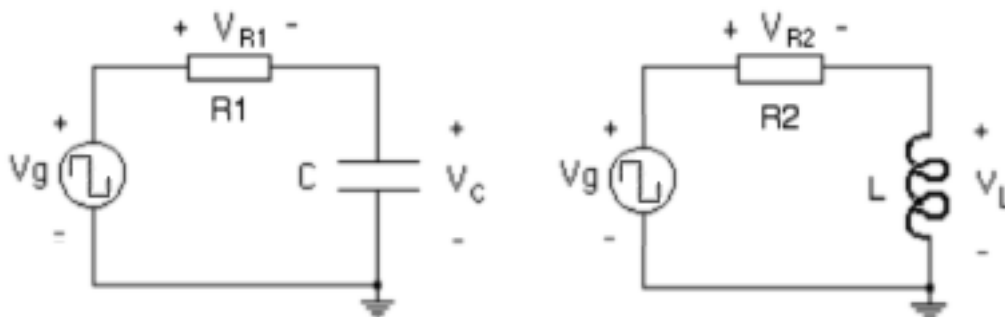

Figura 5.3.- Circuitos RC y RL para medir la constante de tiempo.
- 7.- Para completar el análisis de los circuitos RC y RL, realice la simulación TRANSIENT en SPICE de los circuitos mostrados en la Figura 5.3 aplicando una fuente de señal cuadrada **Vpulse**, con los valores dados por su profesor y considerando que el voltaje inicial en el condensador y la corriente inicial en el inductor son cero. El objetivo de la simulación es observar la respuesta transitoria, por lo tanto debe seleccionar cuidadosamente el valor máximo del eje de tiempo, a fin de poder determinar la constante de tiempo del circuito.
16.- Para completar las mediciones sobre los circuitos RC, monte el circuito de la Figura 5.3.a con los valores indicados por su profesor, aplique una señal cuadrada entre 0 y 5V, seleccionando cuidadosamente la frecuencia para ver la respuesta transitoria y determine la constante de tiempo del circuito RC ($\tau = RC$). Al igual que cuando se realizó la simulación es SPICE, la idea es tener una señal cuadrada de valor máximo 5V y valor mínimo 0V, cuyo semiperíodo, es decir el tiempo en el que la señal permanece en el valor máximo, sea unas 8 veces la **constante de tiempo** del circuito correspondiente (la cual debe determinar con los valores de los componentes utilizados). La calibración del eje horizontal debe seleccionarse de forma que entren uno o dos períodos completos de la señal cuadrada.
17.- Para completar las mediciones sobre los circuitos RL, monte el circuito de la Figura 5.3.b con los valores indicados por su profesor, aplique una señal cuadrada entre 0 y 5V, seleccionando cuidadosamente la frecuencia para ver la respuesta transitoria y determine la constante de tiempo del circuito RL ($\tau = L/R$). Aplican las mismas indicaciones que en el punto anterior.